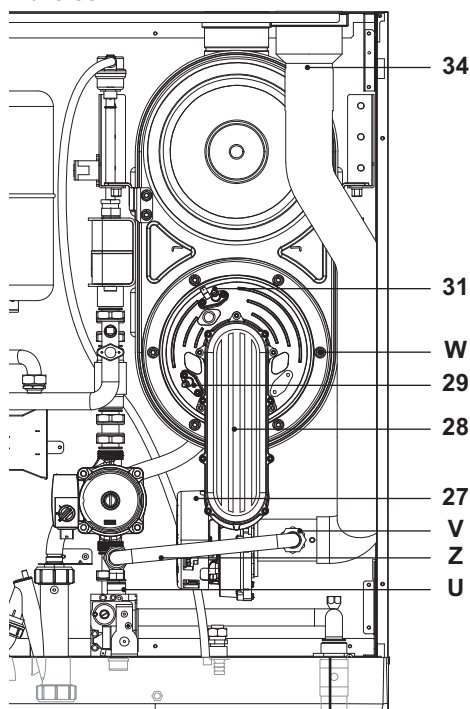
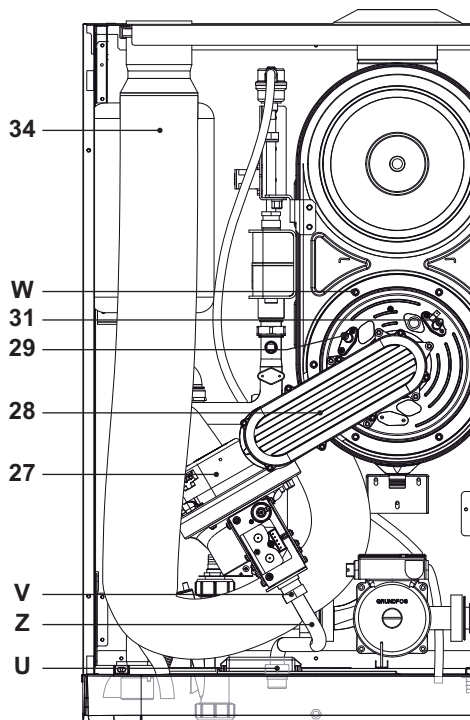

Fig. 9.6
Fig. 9.7
Extracción del grupo quemador-ventilador 28 Fig. 9.6 y Fig. 9.7.
- Desconecte los cableados de los electrodos de encendido 31 y de detección 29 in Fig. 9.6 y Fig. 9.7.
- Desenrosque los anillos del gas(U) y (V) e y desmonte el tubo del gas (Z), Fig. 9.6 y Fig. 9.7.
- Libere el ventilador 27 de las conexiones eléctricas y del tubo de silicona Fig. 9.6 y Fig. 9.7.
- Desconecte el tubo de aspiración de aire 34 del ventilador Fig. 9.6 y Fig. 9.7.
- Quite las tuercas (W) y extraiga el grupo quemador-ventilador 28 Fig. 9.6 y Fig. 9.7.
El electrodo de detección 29 Fig. 9.6 y Fig. 9.7 funciona también como sensor para la descarga correcta del condensado. Si este electrodo entra en contacto con agua condensada contenida en la cámara de combustión, pone la caldera en bloqueo de seguridad.